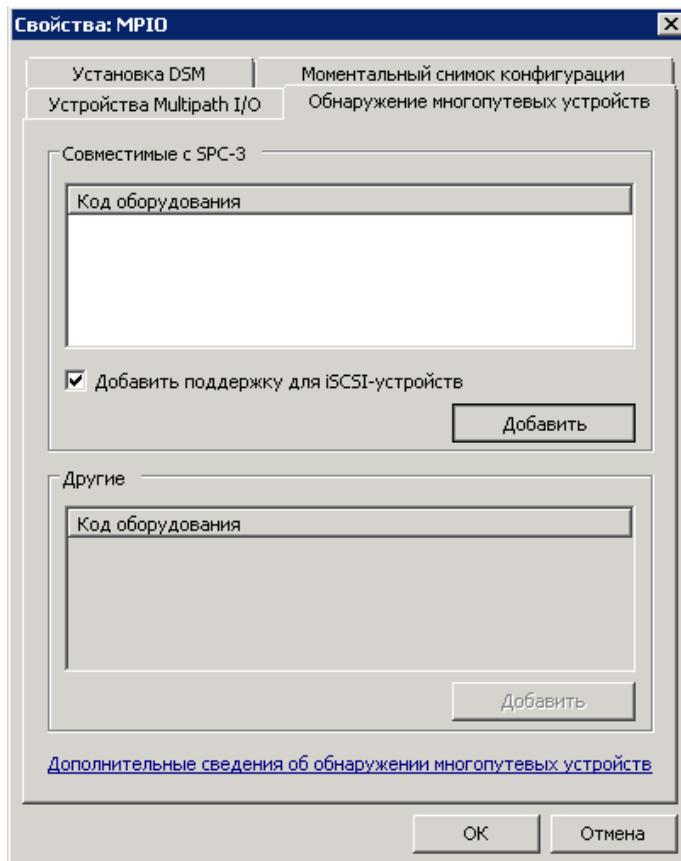

Рисунок 151. Добавление устройств
2. На вкладке «Обнаружение многопутевых устройств» нажмите кнопку «Добавить». Система выдаст сообщение о необходимости перезагрузки системы. После перезагрузки в разделе «Управление дисками» панели «Управление компьютером» можно убедиться, что диск будет доступен по нескольким маршрутам (см. Рисунок 151);